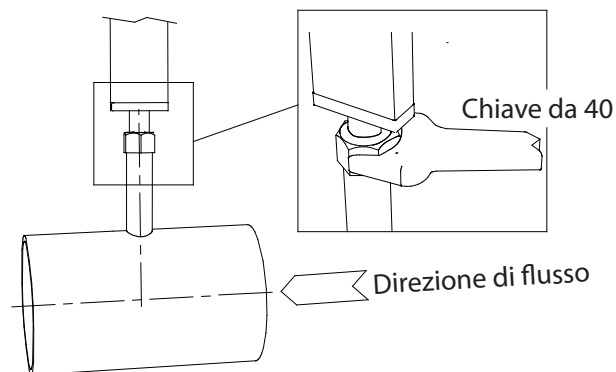

Fig. 4
- Stringere il dado con chiave da 40 mantenendo l'allineamento (fig. 4) . Il serraggio del dado deve garantire la tenuta della guarnizione inserita